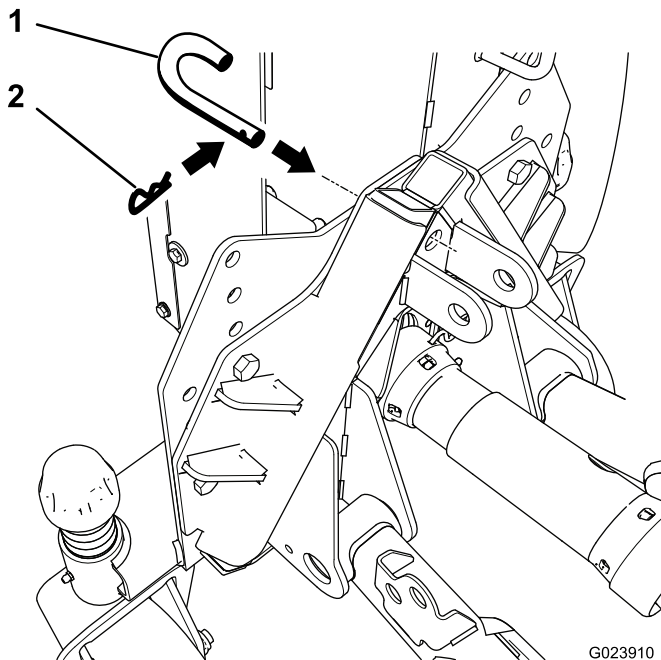

Figura 12
4. Insira o pino de bloqueio através dos adaptadores e prenda com um contrapino de gancho (Figura 12).